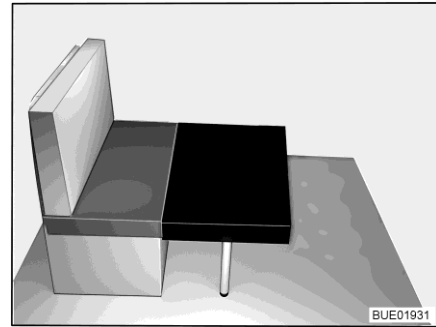

Fig. 58 Trasformazione (1)
- Posizionare il cuscino aggiuntivo piccolo davanti al cuscino del divano dei sedili sul tavolo (vedere Fig. 58).